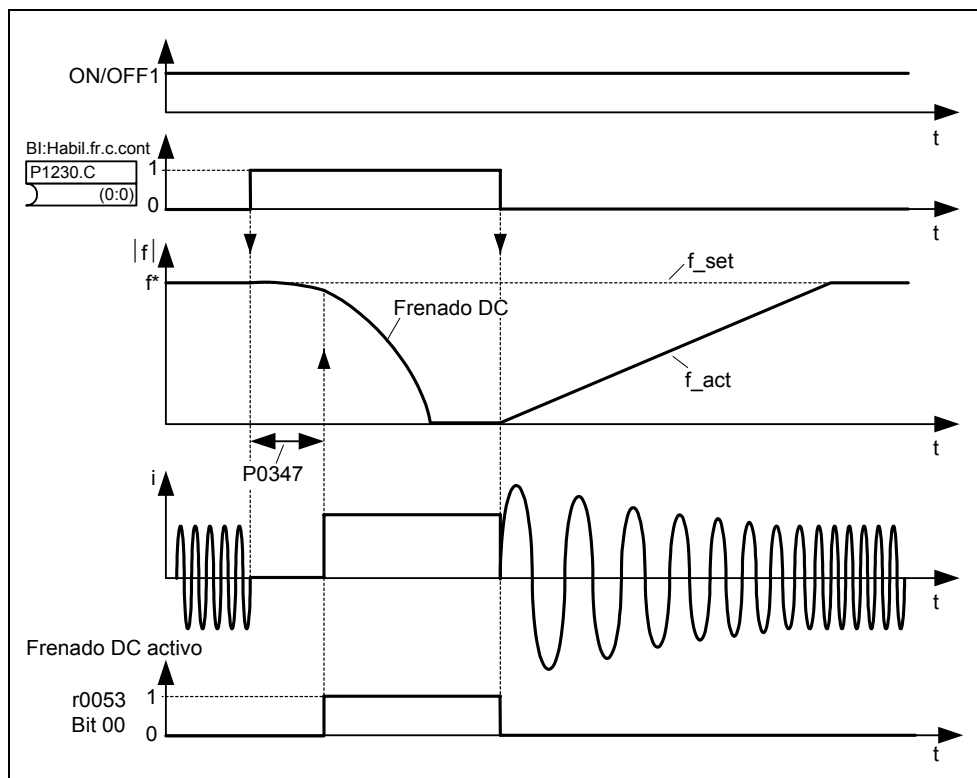

Figura 3-74 Freno por CC por selección externa
1. Habilitación y selección vía parámetro BICO P1230 (véase Figura 3-74).